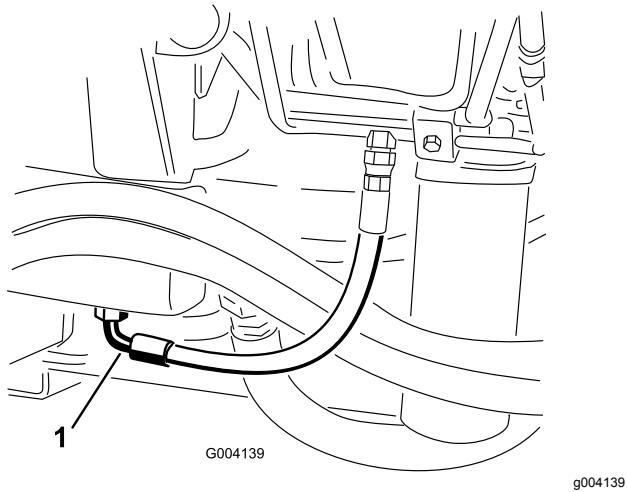

Figura 90
2. Coloque un recipiente grande debajo del acoplamiento situado en la parte inferior del depósito de fluido hidráulico (Figura 90).